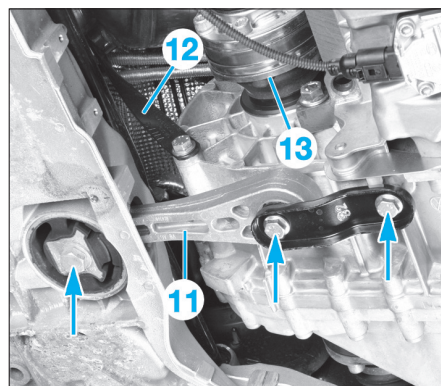

Fig. 6
- Déposer le tirant anti-basculement (11) de la boîte de vitesses (Fig.6).